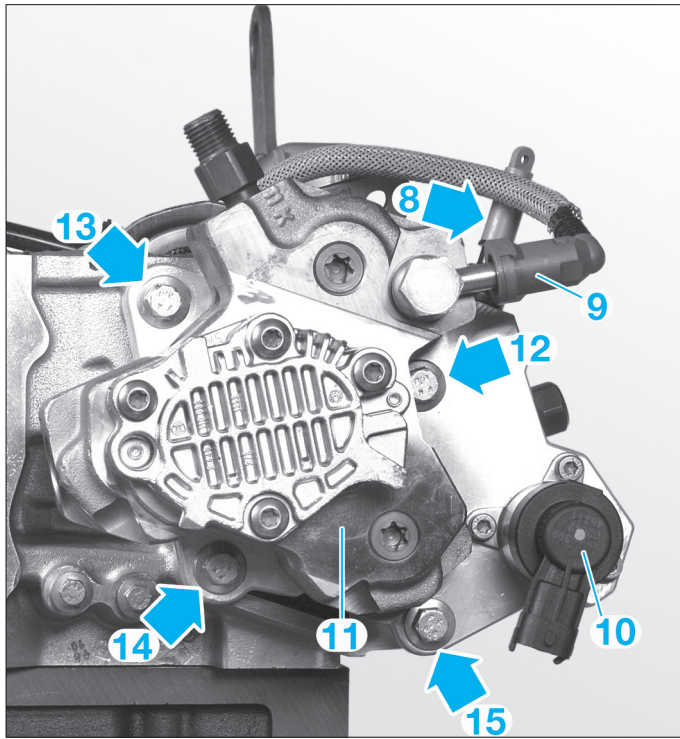

FIG. 43
- Débrancher (fig. 43) :
- le raccord de retour de combustible (9).
- le connecteur du régulateur de pression de combustible (10).
- Déposer les quatre vis (12 à 15) de fixation de la pompe haute pression (11), puis cette dernière.